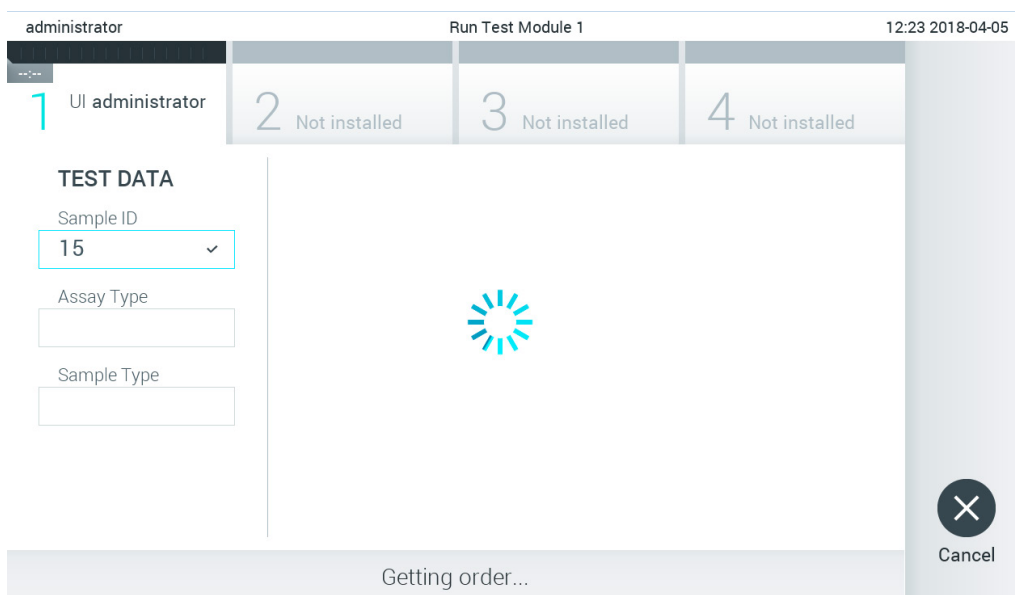

图 76. 检索测试单时的显示。
3. 样本 ID 将被发送到主机，QIAstat-Dx Analyzer 1.0 将等待测试单，并会显示 “Getting order...”（正在获取测试单...）消息（图 76）。